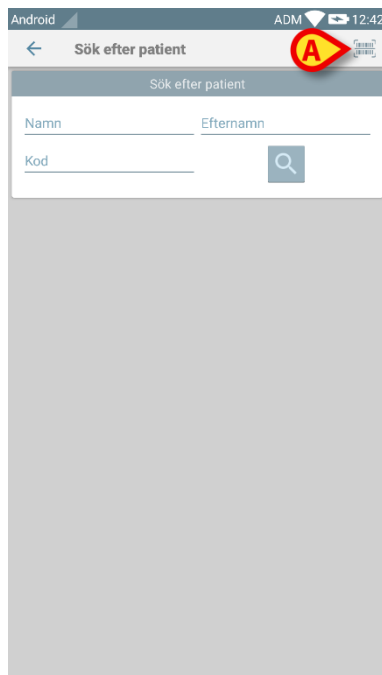

Fig. 30
- Tryck på ikonen  i Fig. 30 **A**.